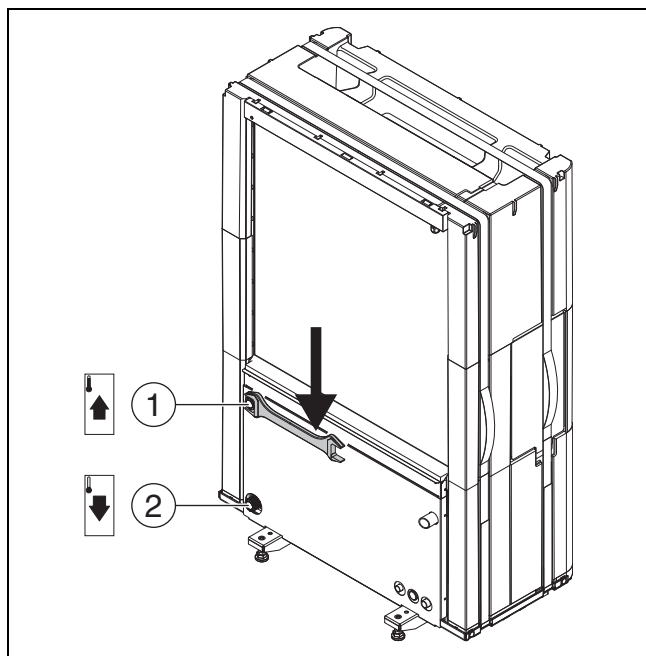

Рис. 15 Подключение труб теплоносителя, одинаковое у всех типоразмеров
- ▶ Подключите подающую линию к внутреннему блоку на выходе теплоносителя теплового насоса (→ [1], рис. 15).
- ▶ Подключите обратную линию от внутреннего блока на входе теплоносителя (→ [2], рис. 15).
- ▶ Затягивайте соединения труб теплоносителя с моментом 120 Нм. Направляйте усилие вниз (→ рис. 15), чтобы предотвратить боковые нагрузки на конденсатор. Если уплотнение соединения негерметично, то его можно подтянуть с моментом затяжки до 150 Нм. Если соединение по прежнему негерметично, это указывает на повреждение уплотнения или подключенной трубы.